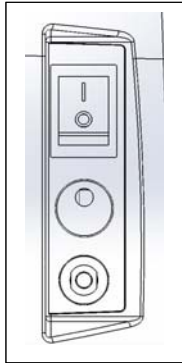

Figure 2
- A. **INTERRUPTEUR D'ALIMENTATION PRINCIPAL** : Situé à l'arrière de la machine, il permet de mettre la contrecolleuse sous tension. Le symbole « I » indique la mise sous tension. Le symbole « O » indique la mise hors tension (Figure 2).
K. Disjoncteur : (Figure 2) le disjoncteur est situé en dessous du cordon d'alimentation. Pour le réinitialiser, appuyez sur le bouton. Si le disjoncteur continue à se déclencher, contactez un fournisseur de services agréé.